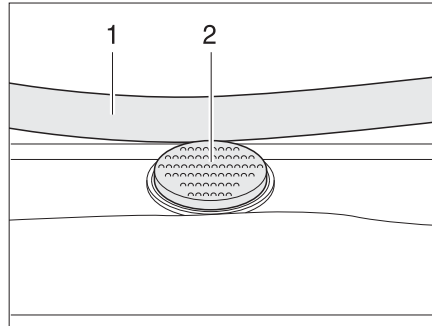

Fig. 29 Bottone di sicurezza sull'oblò inclinabile
- Premere il bottone di sicurezza (Fig. 29,2) e tirare verso il basso la staffa (Fig. 29,1) con entrambe le mani.
- Premere la staffa verso l'alto con ambedue le mani, finché la staffa non poggia al di sopra del bottone di sicurezza (Fig. 29,2).